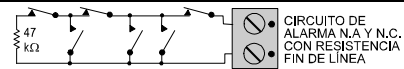

Figura 6. Ejemplo de cableado con resistencia fin de línea
- Si la entrada auxiliar se define con resistencia E.O.L. (**microinterruptor 2 en ON**), podrá usar contactos normalmente abiertos (N.A.) y normalmente cerrados (N.C.) Para ello, conecte una resistencia fin de línea de 47 kΩ al final del bucle (Figura 6).